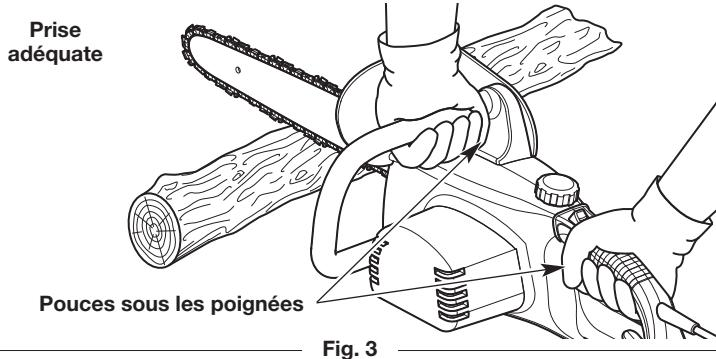
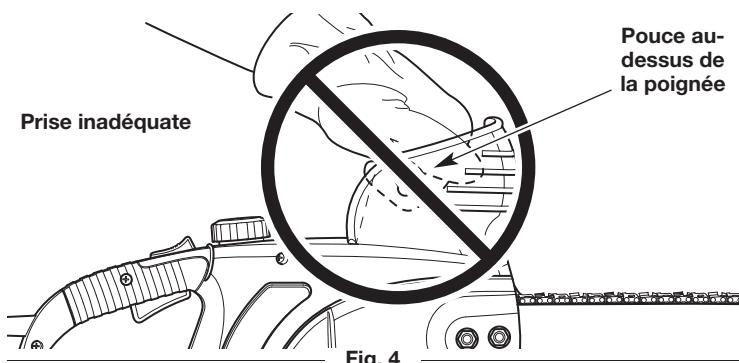

Fig. 3
Fig. 4
- Encernez fermement la poignée avec tous les doigts de la main (Fig. 3). Cela permettra de réduire le risque de perte de contrôle de l'appareil en cas de rebond. Toute prise avec le pouce et les doigts du même côté de la poignée est dangereuse (Fig. 4).